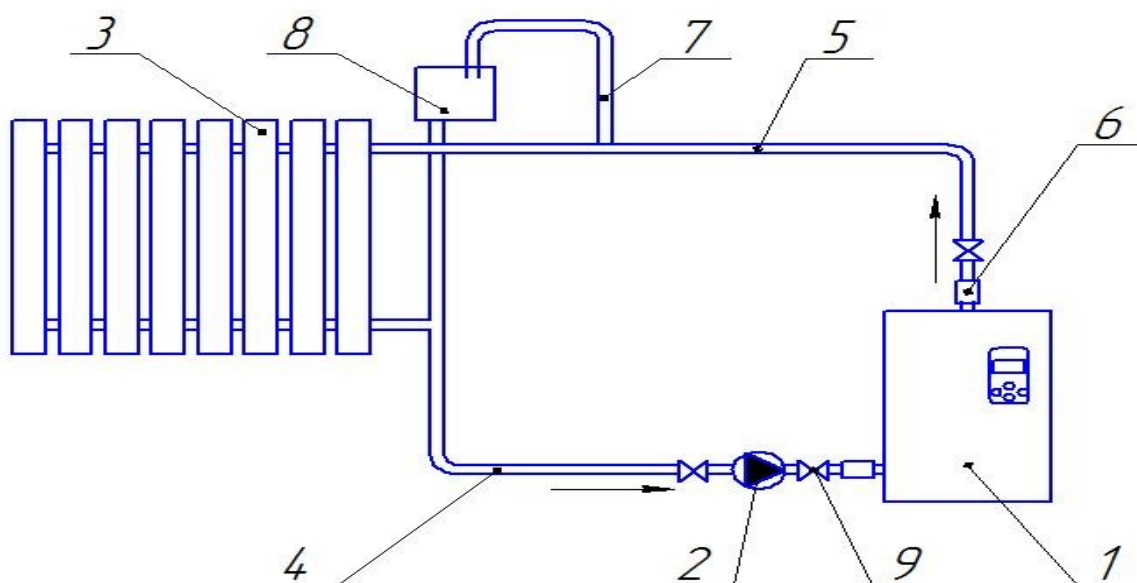
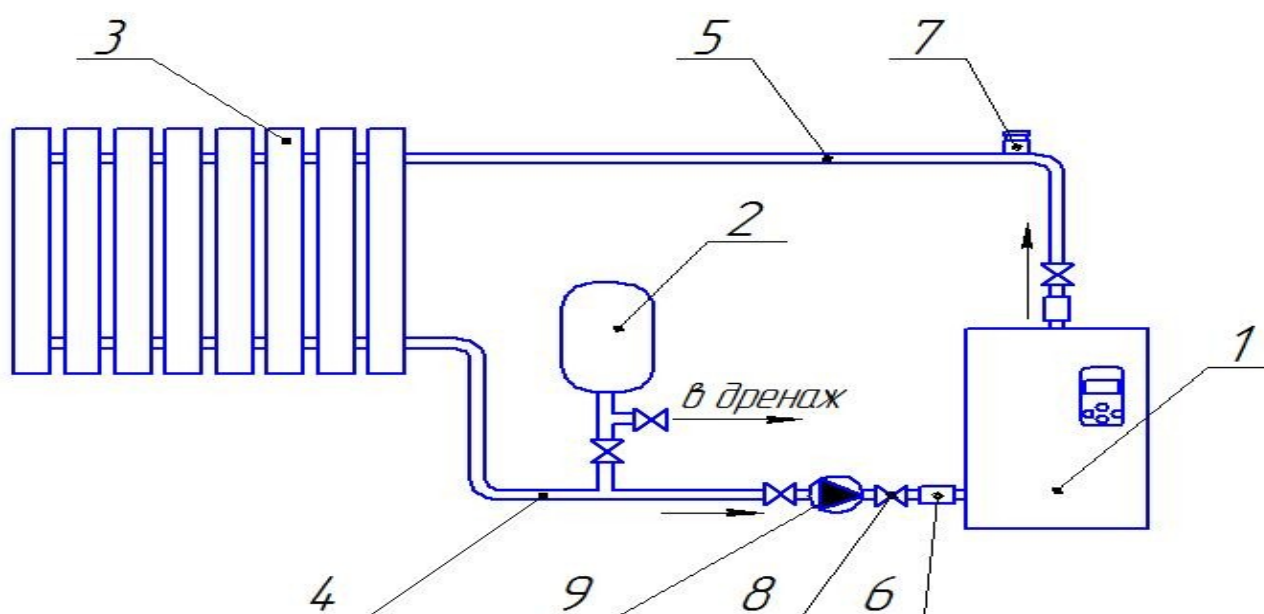

Рис.4 Упрощенная схема использования ЭВН-К в системе отопления (вариант 1)
Рис.5 Упрощенная схема использования ЭВН-К в системе отопления (вариант 2)
- Подключить ЭВН-К к системе отопления рис. 4.
5.7 В целях улучшения циркуляции теплоносителя систему отопления рекомендуется комплектовать циркуляционным насосом (рис.4). Параметры циркуляционного насоса подбираются таким образом, чтобы в течение часа через него прогонялся трехкратный объем теплоносителя системы. При правильном монтаже циркуляционные насосы практически бесшумны. Система с принудительной циркуляцией менее критична к разводке труб, позволяет уменьшить сечение труб.
7.1 Монтаж отопительной системы производится согласно **СНиП РК 4.02-42-2006**. В качестве нагревательного прибора 3 (см. рис.4 и рис.5) рекомендуется использовать радиаторы. Подсоединение ЭВН-К к системе отопления осуществляется муфтами 6 с соответствующими уплотнителями.
7.2 Система отопления (рис.4) открытого типа. В такой системе необходимо предусмотреть:
7.3. Система отопления (рис.5) замкнутая, имеет расширительным бак с резиновой мембраной 2. Для такой системы необходимо учесть: